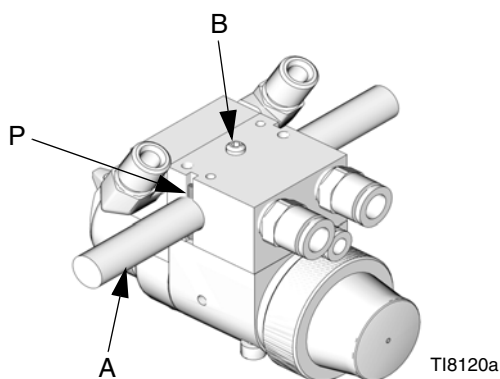

FIG. 3: Glidende arm montert
1. Stikkes monteringsstangen (A) inn gjennom hullet på manifolden som vist på FIG. 3.